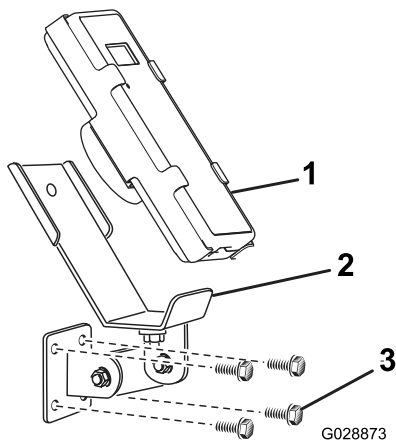
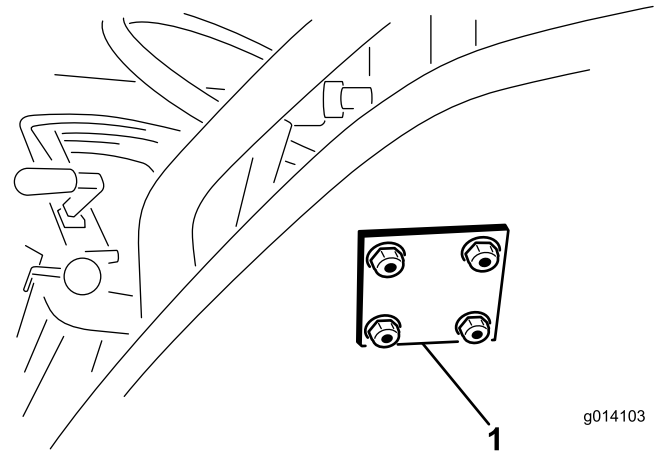

Figure 10
Figure 11
3. Fixez le support et la plaque d'appui avec 4 boulons à embase (5/16" x 1½") et contre-écrous à embase (Figure 10 et Figure 11).